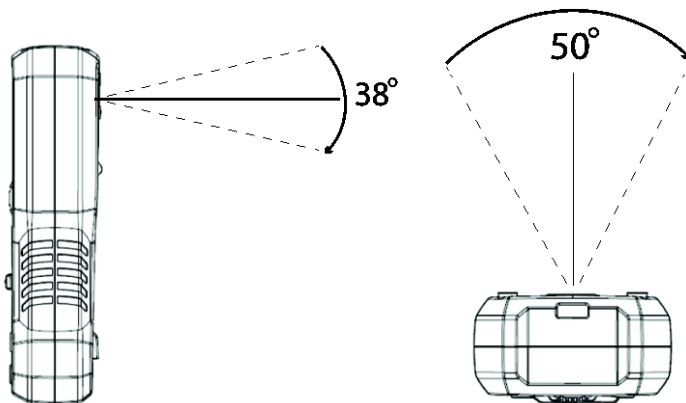

Fig. 8-3 (a) Gezichtsveld - zijaanzicht Fig. bovenaanzicht
7. De FOV (Gezichtsveld) van de warmtebeeldcamera is 50 graden (bovenaanzicht) en 38,6 graden (zijaanzicht), zie **afb. 8-3 (a) en (b)**.